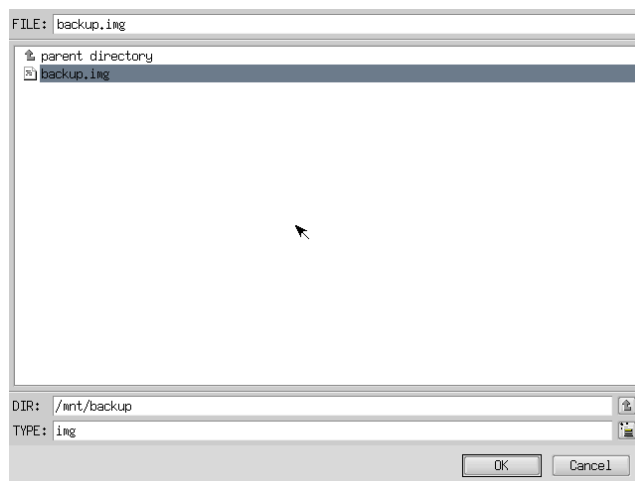

図 5-2-4. ファイル参照画面
- ⑧ ファイル参照画面（図 5-2-4）が表示されます。接続したストレージメディアは、/mnt にマウントされていますので、/mnt 以下から目的のファイルを探してください。[OK]を押すとファイル選択画面にもどります。
- ⑨ ファイル参照画面（図 5-2-4）で指定したバックアップファイルが入力されていることを確認します。[次へ]ボタンを押します。